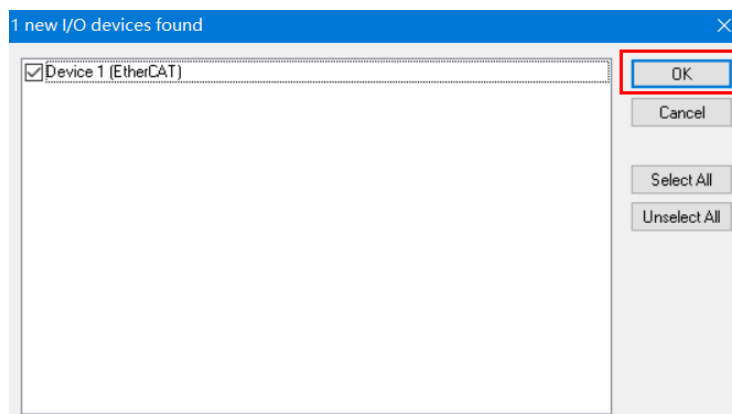
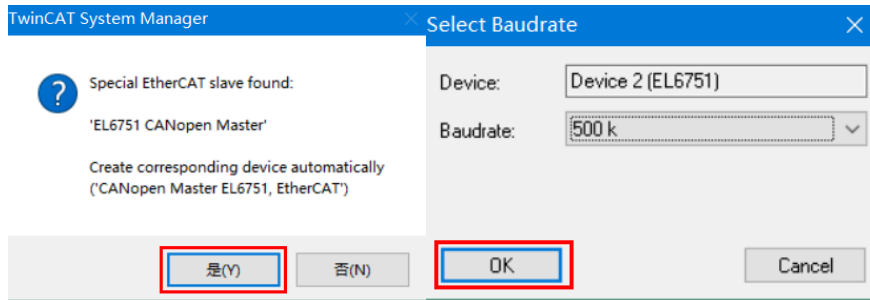

图 3.5 发现新 IO 设备
图 3.6 发现 CANopen 主站和配置波特率
3) 扫描过程中会弹出发现新的 IO 设备，如图 3.5 和图 3.6 所示，点击【确定】即可。EL6751 模块初始默认 500kbps 波特率，根据实际波特率做更改；